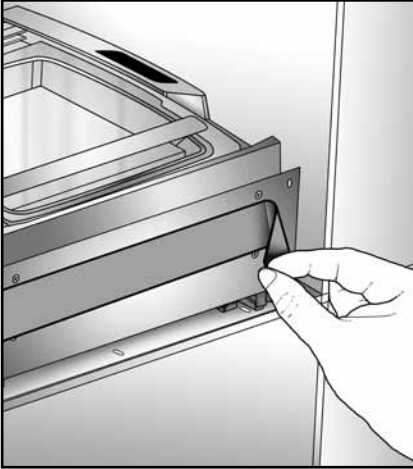
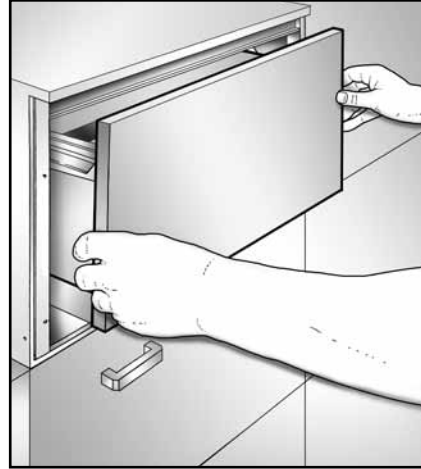

Abb. 1
Abb. 2
- 10** Die Folie des Klebbands vom Paneel entfernen (**Abb. 1**), die Möbeltüre positionieren und dabei auf die korrekte, obere, untere und seitliche Ausrichtung achten (**Abb. 2 und 3**). Die Schublade herausziehen und die Bohrungen auf der Türe kennzeichnen (**Abb. 4**), dann die Befestigung mit Holzschrauben vornehmen (nicht in der Ausstattung).